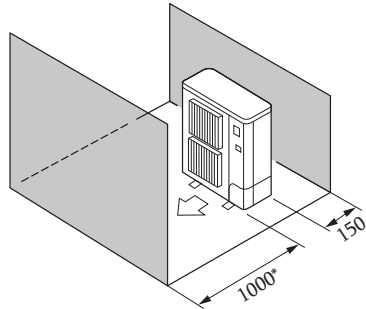

Fig. 2-7
- ⑤ Շրջապատող իրեր՝ միայն առջևից և հետևի մասում (Fig. 2-7)